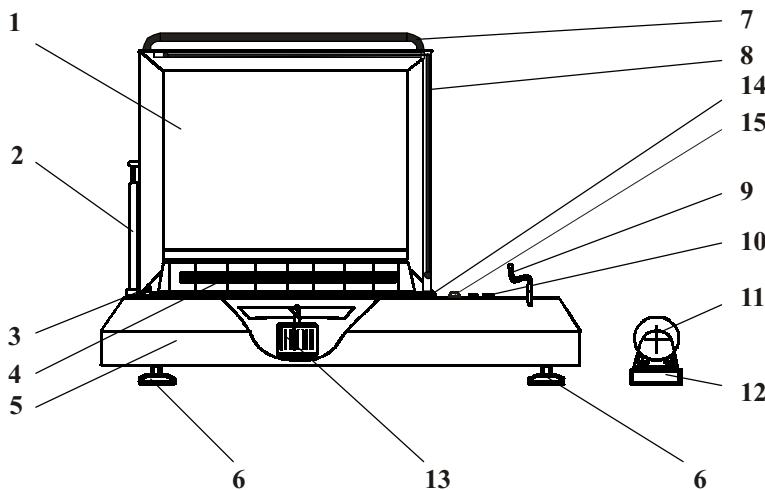

Рис. 1. Схема аппарата ТПЦ-200М
Термоусадочный упаковочный аппарат ТПЦ-200М (рис.1) состоит из металлического корпуса 5, термокамеры с вентилятором обдува 13, импульсного ножа 8, расположенного на подпружиненной раме с пластмассовым
1. Выключить тумблеры «ТЭН», «НОЖ» (см. рис. 1, 2).
Температура никромовой нити термоножа 8 (рис.1) может достигать величин, превышающих стойкость тефлонового покрытия. Конструкцией предусмотрено реле времени, которое ограничивает длительность импульса тока (1,8 сек.), поэтому температура ножа не превышает критических величин. Однако пользователю не следует закрывать колпак 1, сразу же после его открытия (это касается режимов, когда включен тумблер «НОЖ»), так как в результате повторных включений, без остывания ножа и погасания индикатора 15, температура ножа может превысить расчетную, что может привести к прожогу прокладки 14 или обрыву нити ножа.